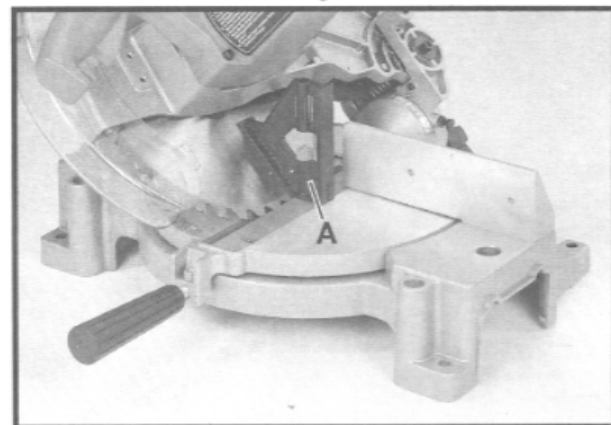

Fig. 26
6. Den 45° Kappwinkel mittels einer Lehre (A) Fig. 26 kontrollieren.